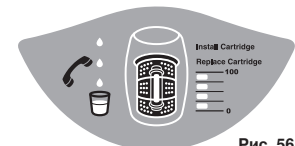

Рис. 56
5. **Включите** Систему и убедитесь, что дисплей показывает голубую чашку с каплями воды (рис. 56). Если этого не происходит, см. раздел "Устранение неполадок", стр. 9.